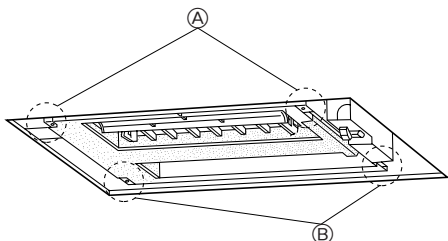

Fig. 5-2
①	Вентиляционная решетка	1
②	Винт	6	M5 × 0,8 × 16
③	Винт	1	4 × 16
5.2. Контрольные проверки перед установкой на место (Fig. 5-2, 3)